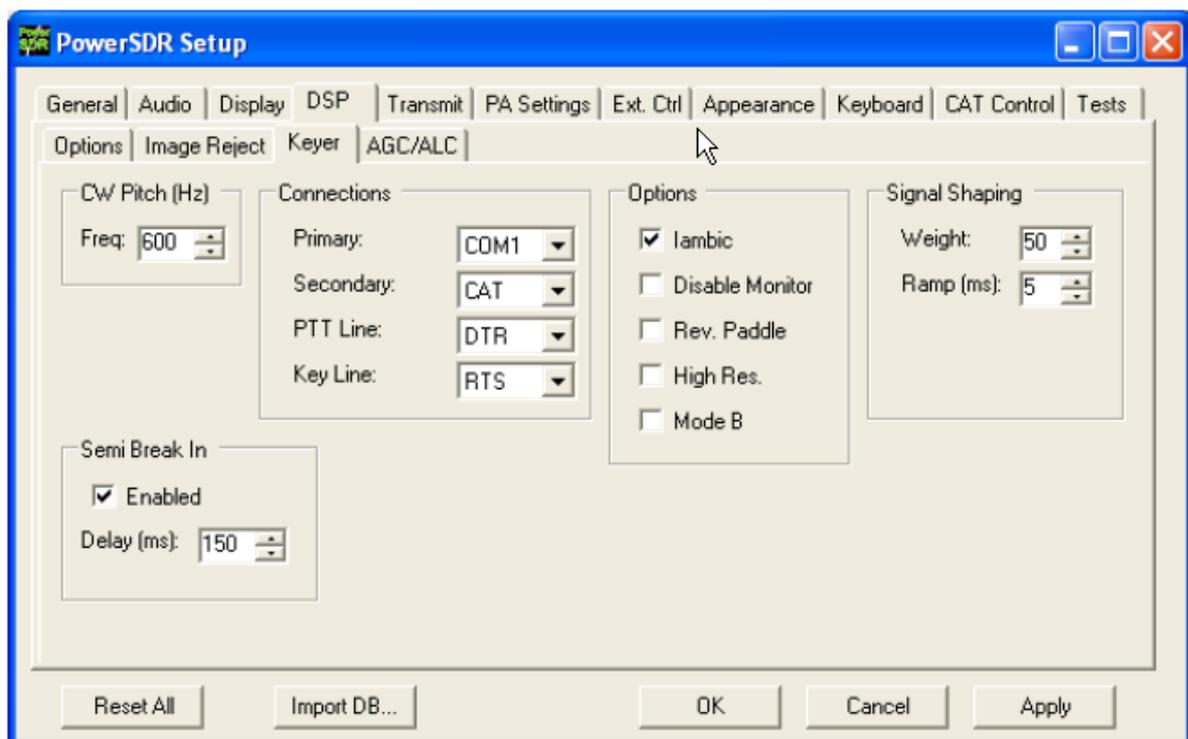

Bild 133: Setup Form – DSP Tab, Keyer Sub-Tab
Wenn Sie die interne PowerSDR-Tastung verwenden wollen, gehen Sie zur Karteikarte DSP > Keyer. (siehe auch Bild 133). Viele der Regler von dieser Karteikarte finden Sie auch bei den Sendarten-Reglern (8) im Hauptfenster in der Mitte unten.